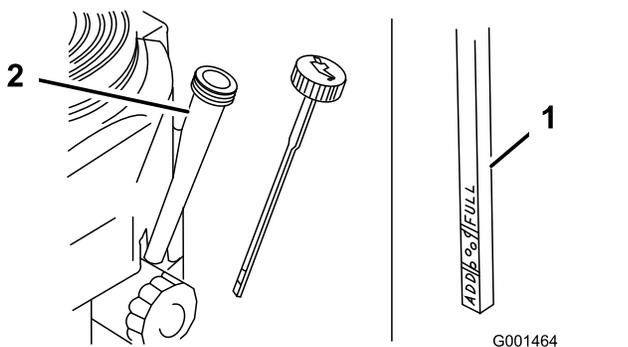

Figure 26
4. Nettoyez la surface autour de la jauge d'huile (Figure 26) pour éviter de faire tomber des impuretés dans l'orifice de remplissage, ce qui endommagerait le moteur.
5. Retirez la jauge d'huile et essuyez soigneusement son extrémité (Figure 26).
6. Remettez la jauge au fond du tube de remplissage, mais sans la visser (Figure 26).
8. Versez avec précaution environ 80 % de la quantité d'huile spécifiée dans le goulot de remplissage (Figure 26).